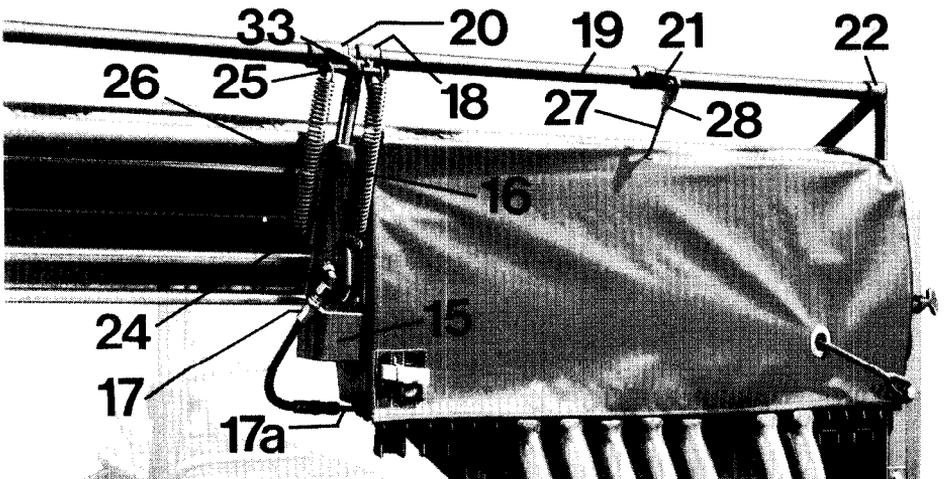

Fig. 34
4.1.3.1 An die vorhandene Konsole (Fig. 34/15) den Hubzylinder (Fig. 34/16) mittels Spannhülse montieren. Die Bohrung für den Anschluß des Hydraulikschlauchs muß nach hinten zeigen.
4.1.3.2 Hydraulikschlauch (Fig. 34/17) zwischen Hubzylinder und Steuerleitung (Fig. 34/17a) montieren.
4.1.4.7 Achten Sie bitte darauf, daß der Schieber je nach Angabe in der Sätabelle ganz oder $\frac{3}{4}$ geöffnet wird (im Zweifelsfall immer Schieber offen). Bei der Einstellung „Schieber offen“ ist der Hydraulikzylinder in die hintere Bohrung des Schalthebels (Fig. 34/33) einzuhängen, bei „ $\frac{3}{4}$ offen“ in die vordere Bohrung. Der Absperrschieber soll bei eingefahrenem Hydraulikzylinder ganz geschlossen sein. Korrekturen können an der Einstellschraube (Fig. 34/32) über dem Schieber vorgenommen werden. Schwergängige Absperrschieber an den Gleitstellen leicht ölen.